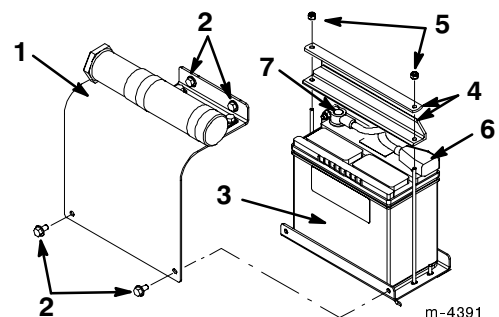

Abbildung 4
1. Die vier Schrauben entfernen, mit denen die Batterieabdeckung befestigt ist, und die Abdeckung abnehmen (Abb. 4).
2. Die Muttern und Stangen entfernen, mit denen die Batterie befestigt ist (Abb. 4).
10. Die Batterie auf ihrer Platte anbringen (Abb. 4).
11. Die Batterie mit den zuvor entfernten Stangen und Muttern in der Grundplatte befestigen (Abb. 4).
12. Das positive (rote) Kabel an der positiven (+) Batterieklemme anschließen (Abb. 4). Die Gummiabdeckung über die Batterieklemme schieben.
13. Das negative (schwarze) Kabel an der negativen (-) Batterieklemme anschließen (Abb. 4).
14. Die Batterieabdeckung anbringen (Abb. 4).